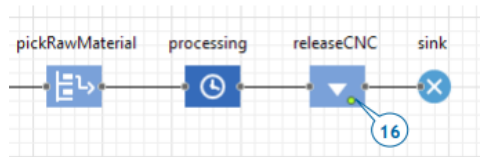

Рисунок 14.7 – Блок розблокування *CNC*
17. Назвіть цей блок *Release releaseCNC* (рис. 14.7).